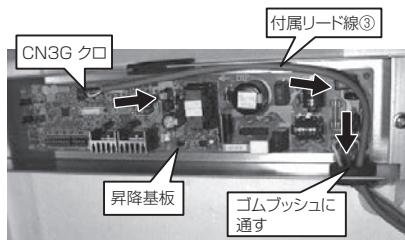

図3-4
- 1) 付属リード線③を昇降基板の CN3G (クロ) に差込み、電源配線を通しているゴムブッシュに通してください。(図3-4)
- 2) 付属リード線③を昇降基板の CN3G (クロ) に差込み、電源配線を通しているゴムブッシュに通してください。(図3-4)